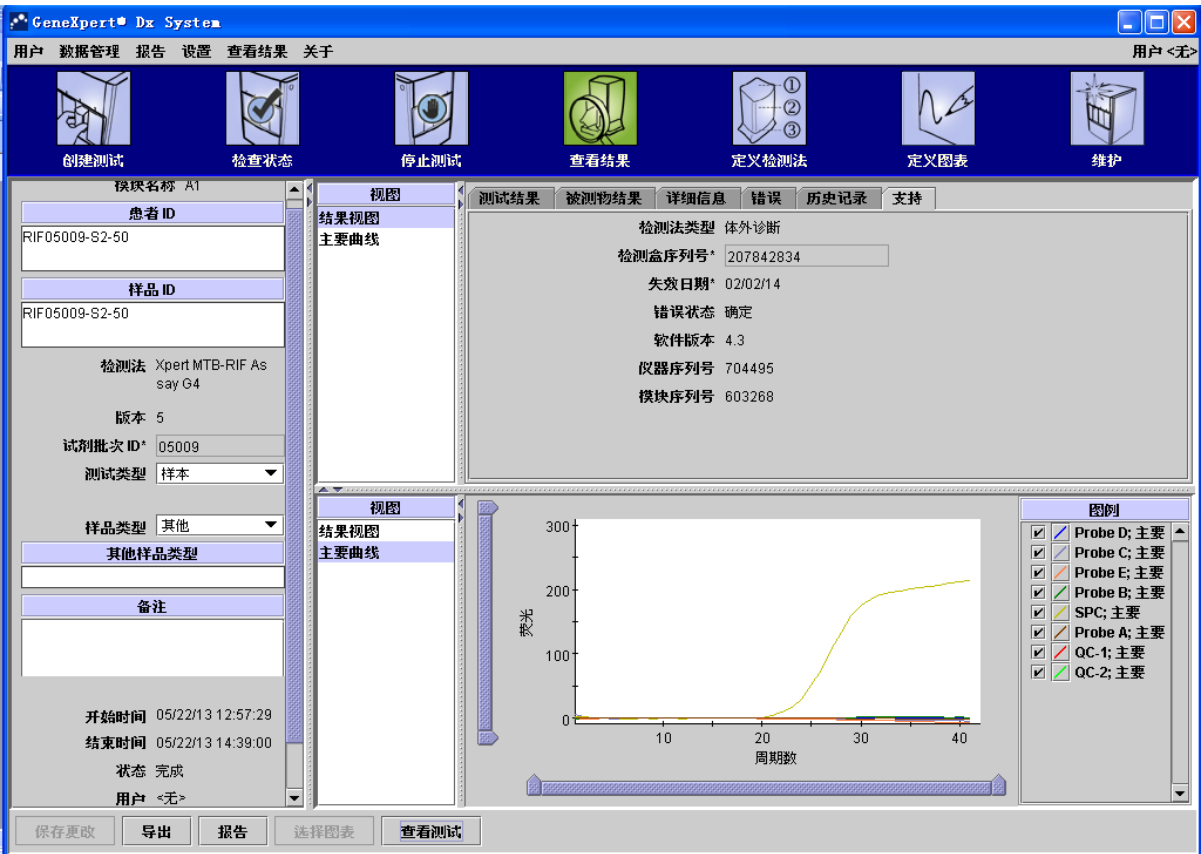

图4-18 全自动医用PCR分析系统-”查看结果窗口-”支持”选项卡
如在图4-18中显示的，结果参看的详细选项卡给出了检测结果的以下其它数据：
- 支持选项卡显示一项检测的以下内容（图4-18）：